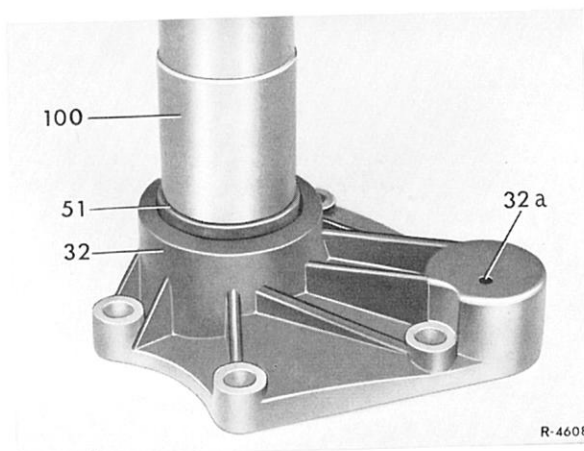

Bild 46–24/37
52 Nadellager (20) prüfen (Bild 46–24/39).
54 Druckscheibe (18) in den Lagerdeckel (13) einlegen. Je ein Längslager (19) vor und hinter den Bund der Lenkschnecke (16) auflegen. Lenkschnecke in den Lagerdeckel einsetzen, dabei darauf achten, daß der Teflon-Innen-dichtring von der Lenkschnecke nicht beschädigt wird. Nadellager (20) auf die Lenkschnecke auflegen (siehe Bild 46–24/39).